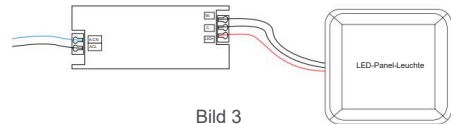

Bild 3
3. Siehe Abbildung 3. Entfernen Sie den Schraubendreher, und die Verbindung ist hergestellt.